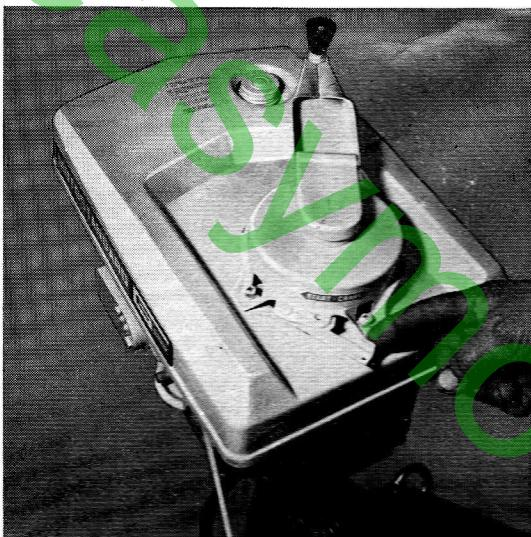

Fig. 12
DÉMARREUR MÉCANIQUE (fig. 12)
- Si le moteur est équipé d'un démarreur mécanique (fig. 12), procéder comme suit :
- remonter le ressort du lanceur en tournant la manivelle (fig. 12) dans le sens des aiguilles d'une montre,
- déclencher le lanceur en poussant le levier (fig. 12) vers la position « START ». Ne pas actionner le démarreur lorsque le moteur tourne.